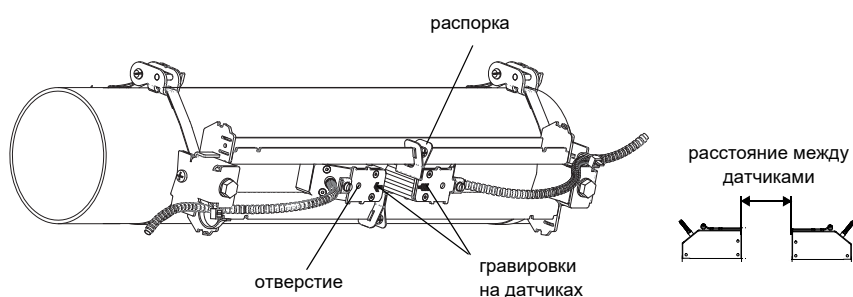

Рис. 8.44: Датчик в рельсе (пружинная скоба не изображена)
- Разместите датчики на трубе так, чтобы гравировки на датчиках образовали стрелку. Кабели датчиков направлены в противоположные стороны (смотри Рис. 8.44).
- Установите расстояние между датчиками, рекомендуемое преобразователем (смотри подраздел 11.6 и Рис. 8.44).
- Закрепите датчики, слегка затянув прижимные винты. Конец винта должен находиться над отверстием в датчике (смотри Рис. 8.44).
- Зафиксируйте распорку на рельсе, чтобы обозначить позицию датчиков (смотри Рис. 8.44).